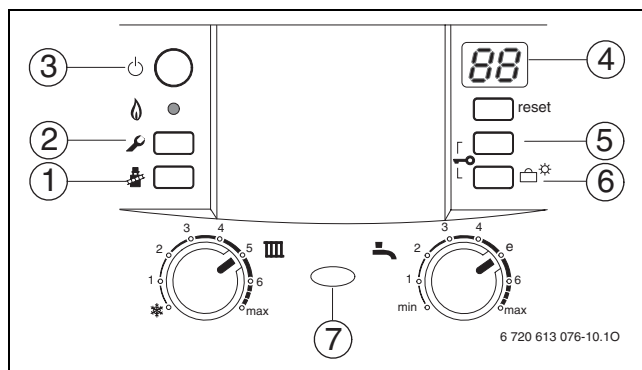

Fig. 39 Panoramica degli elementi operativi
- ▶ Premere più volte il tasto (5) o il tasto (6) (→ fig. 39) finché non viene visualizzata la funzione di servizio desiderata.
- ▶ Premere contemporaneamente i tasti (5) e (6) (→ fig. 39) per 3 sec. (durante quest'operazione il display visualizza finché il display non mostra nuovamente cifra.lettera, ad es. 8.A).
- ▶ Premere più volte il tasto (5) o il tasto (6) (→ fig. 39) finché non viene visualizzato il valore desiderato della funzione di servizio.
- ▶ Tenere premuti contemporaneamente i tasti (5) e (6) (→ fig. 39, pagina 34) per 3 sec. (il display visualizza ) finché il display non visualizza una funzione di servizio del primo livello ad es. 1.A.